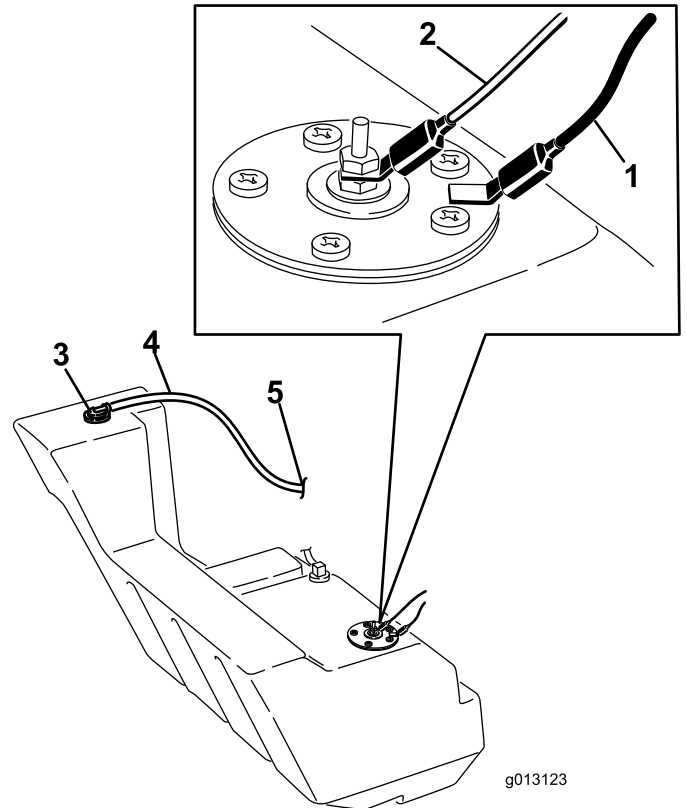

Figure 72
12. Débranchez les 2 fils reliés au côté droit du réservoir (Figure 72).
21. Sur le côté droit du réservoir, raccordez le fil orange à la borne centrale et le fil noir à la borne extérieure (Figure 72).